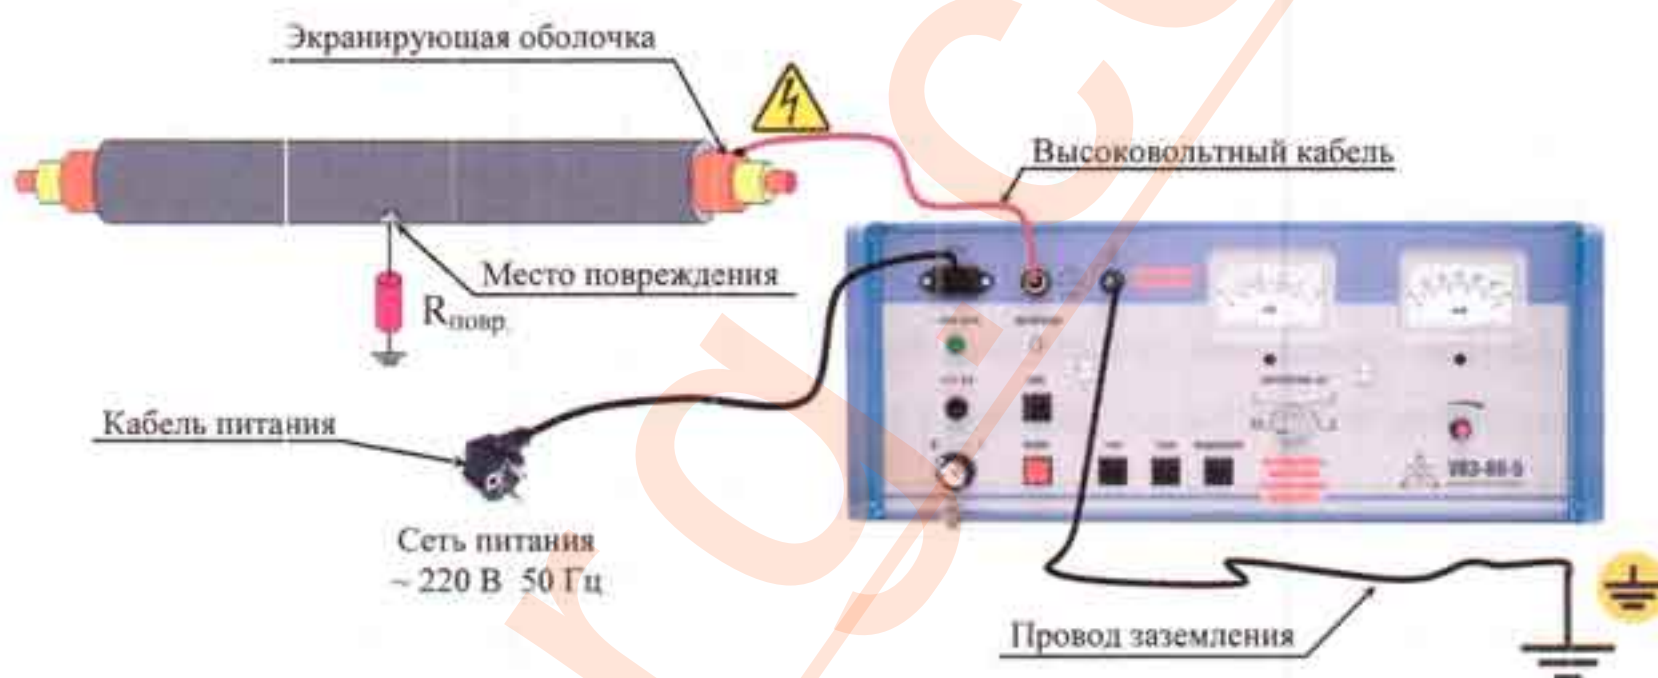

Рисунок 3 – Схема присоединения Установки для испытания оболочки и точной локализации места повреждения
3.2.4 Присоединить высоковольтный кабель с одной стороны к разъему «5 кВ» Установки (см. рисунок 1 поз. 6), а с другой стороны к оболочке кабеля (см. рисунок 3).